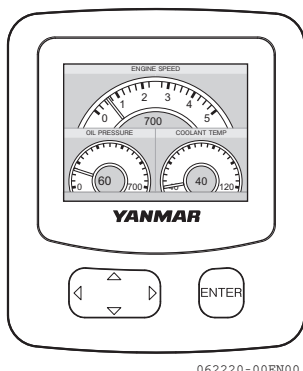

Figura 11
- Quando il motore si avvia, il display del VC10 visualizza la schermata contenente i valori che indicano le condizioni del motore (**Figura 11**).